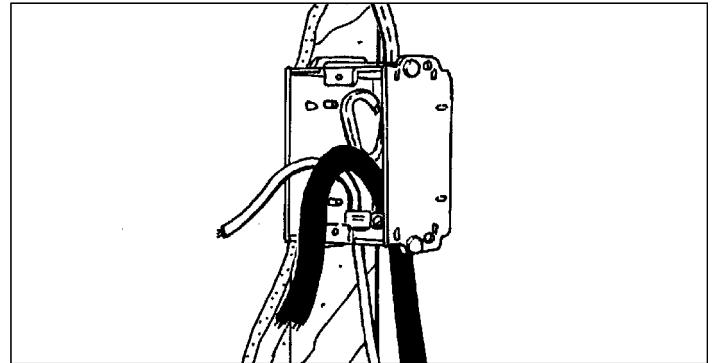

Figure 4
3. Couper la longueur excédentaire des fils d'alimentation, des conducteurs froids et du fil du capteur de température, au besoin, en laissant des longueurs d'environ 15 cm (6 po) à l'extérieur du boîtier (voir la figure 4).